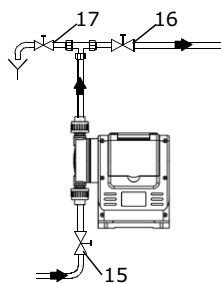

Рис. 18 Начальный пуск
1. Откройте всасывающий и нагнетательный запорные клапаны (15, 16), если они установлены (см. рис. 18).
2. Откройте клапан удаления воздуха (17), если он установлен на линии нагнетания или понизьте давление в линии нагнетания так, чтобы перекачиваемая среда могла выходить без преодоления противодавления.
6. Закройте клапан удаления воздуха (17), если он установлен.